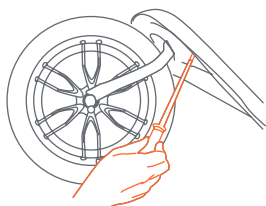

Fig. 24b
- Introduzca los 4 tornillos por debajo del armazón delantero en los tubos plásticos del guardabarros delantero. Ajuste bien los tornillos sin forzarlos (Fig. 24b).